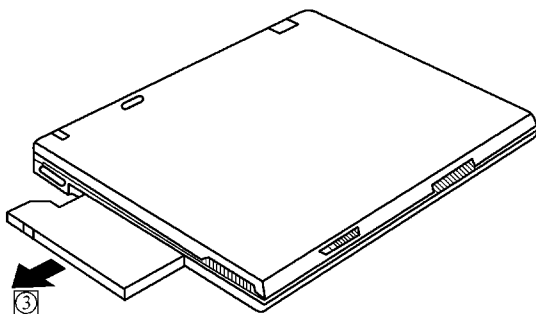

图 6-4 拖出光驱
(2) 在光驱已经出来一半时，用手拖住光驱的底部向箭头“③”所示方向平行拖出，即可取出光驱驱动器，如图 6-4 所示。